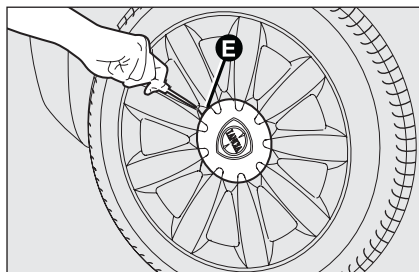

fig. 11
- ❑ per vetture dotate di cerchi in lega, rimuovere la coppetta coprimozzo utilizzando il cacciavite in dotazione facendo leva nell'apposita scanalatura **E**- **fig. 11**, come indicato in figura;